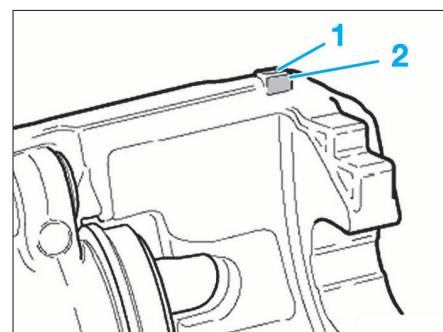

FIG. 6
- nettoyer les surfaces d'appui (1) et (2) des guides de plaquette sur l'étrier de frein et les enduire de pâte anti-grincement (Fig.6)